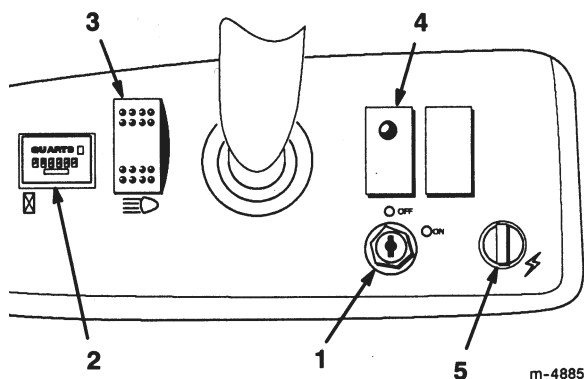

Figure 6
Le commutateur d'allumage (Fig. 6) sert à mettre le moteur en marche et à l'arrêter. Il a deux positions : Contact établi (ON) et contact coupé (OFF). Tournez la clé dans le sens horaire à la position contact établi (ON) pour utiliser la machine. Lorsque le véhicule est arrêté, tournez la clé dans le sens anti-horaire à la position contact coupé (OFF). Enlevez la clé du commutateur d'allumage.
Le compteur horaire (Fig. 6) indique le nombre d'heures de fonctionnement du moteur. Il se déclenche chaque fois que la pédale d'accélérateur est enfoncée.
Il signale à l'utilisateur une baisse excessive de la pression d'huile (Fig. 6). S'il s'allume, vérifiez le niveau d'huile et faites l'appoint au besoin (voir la section *Huile moteur*, page 23).
Basculez le commutateur pour activer les phares. Appuyez dessus pour les allumer (Fig. 6).
La prise d'alimentation sert à alimenter les accessoires électriques en option (Fig. 6).